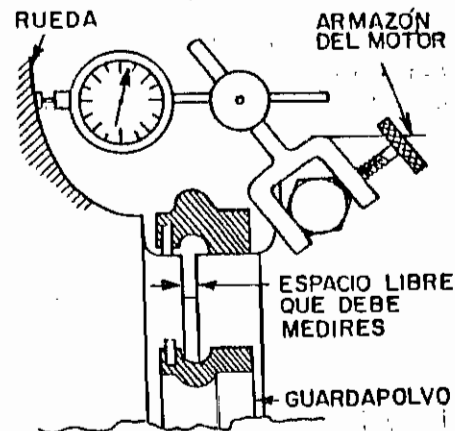

Fig. 6. Método de instalar un indicador de esfera para medir el espacio libre lateral sin remover el guardapolvo de la brida
- b. Fíjese un indicador a la tapa del eje correspondiente al extremo del conmutador en tal forma que el puntero descansa contra la rueda (véase la Fig.6). Fuécese el motor de tracción tanto como sea posible, en una dirección, a lo largo del eje y léase el Indicador; fuécese luego el motor tanto como sea posible, en la dirección contraria y léase el Indicador. La diferencia entre las lecturas del indicador representa el espacio libre lateral o juego longitudinal. Cuando este espacio libre mide 8 mm (5/16 pulgs.) o más, Instálense nuevos revestimientos del eje.
2. Mídase el espacio libre radial, subiendo o bajando por intermedio de gatos, el extremo del eje del motor. Mídase el movimiento radial con un indicador de esfera, asegurado al miembro transversal de la armazón (véase la Fig. 6).